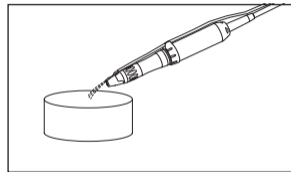

Fig. 9
4) Manipuler la pièce à main en utilisant de l'eau dans la buse d'irrigation via le tube d'irrigation pendant au moins 20 secondes pour enlever les fluides présents dans la pièce à main (Fig.9). Lors du fonctionnement de la pièce à main, tournez la bague de verrouillage de la fraise pour la mettre en position fermée.